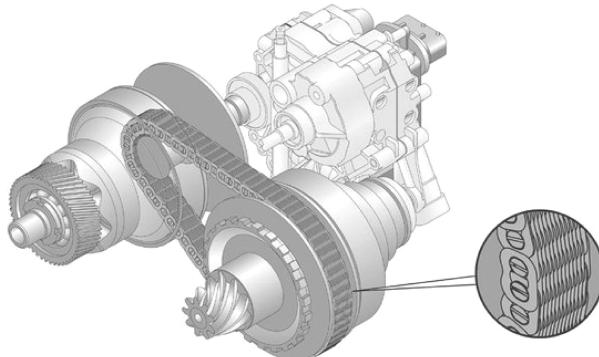

图 1-21 CVT 的工作原理
(1) 定义 CVT 技术即无级变速技术 (英文为 Continuously Variable Transmission)，它采用传动带和工作直径可变的主、从动轮相配合来传递动力，可以实现传动比的连续改变，从而得到传动系与发动机工况的最佳匹配。
(2) CVT 的工作原理 金属带式 CVT 主要是通过改变主、从动轮和金属带的接触半径 (即工作半径) 来实现传动比的连续变化，如图 1-21 所示。